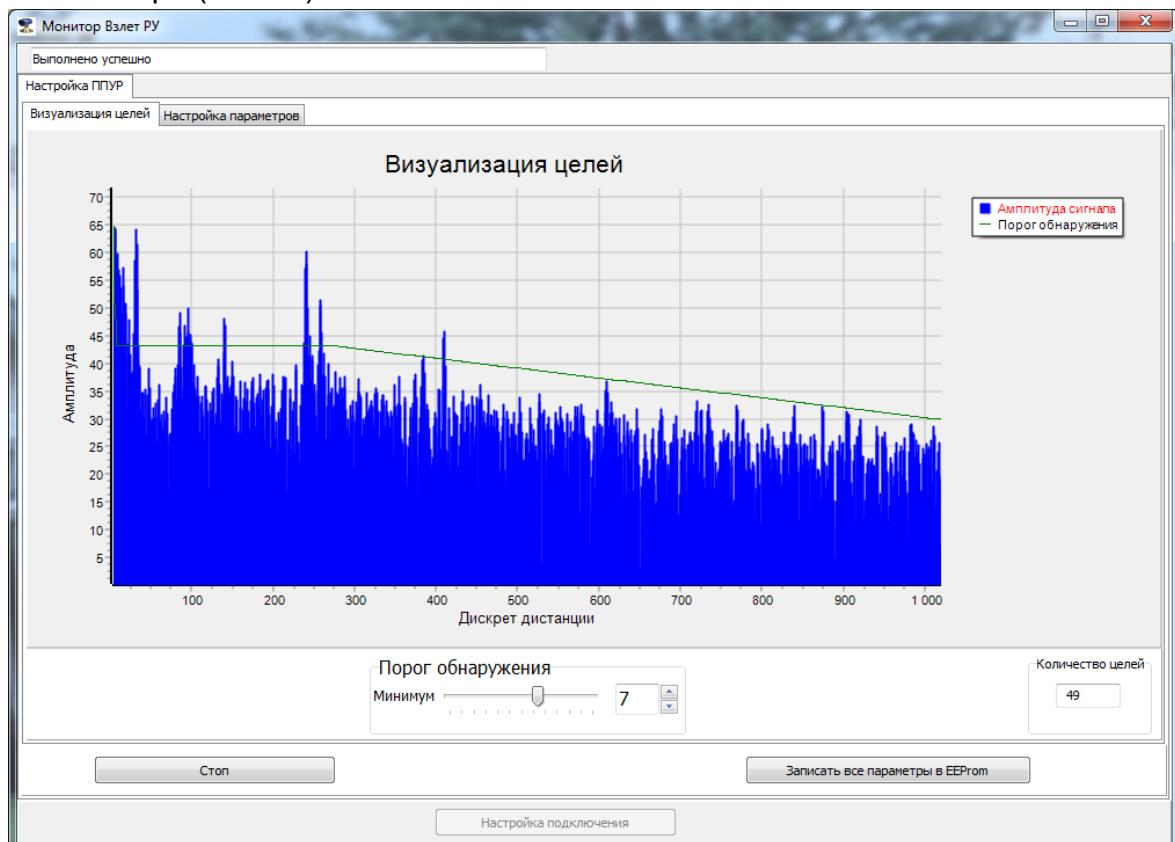

Рис.29. Паразитные сигналы в шумовой дорожке.
5.7.8. При наличии в шумовой дорожке паразитных сигналов (рис.29), могущих возникать при наличии на пути радарного луча имеющихся в емкости конструкций – арматуры, лопастей мешалок и т.д., необходимо провести отстройку принимаемого сигнала на максимальный, изменения порог обнаружения (п.5.7.3) или рабочий диапазон прибора (п.5.7.7).